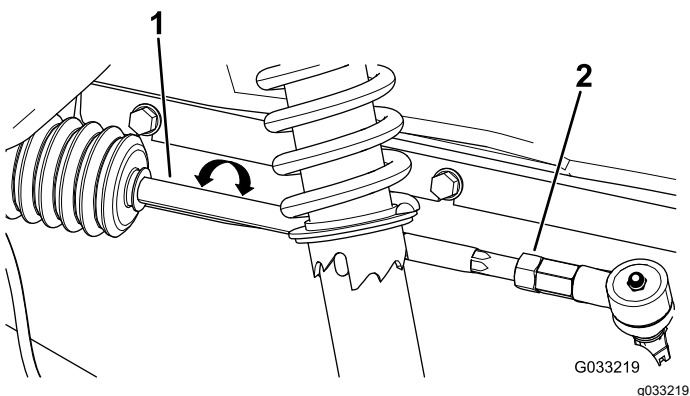

Рисунок 60
4. Если измеренное значение выходит за пределы 0–6 мм, ослабьте контргайки с обоих концов тяг (Рисунок 60).